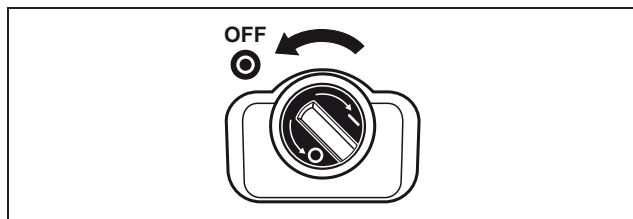

Figura 81: Sezionatore di carico DC su OFF
- Ruotare il sezionatore di carico DC su OFF (figura 81) o spegnere il generatore solare mediante il sezionatore DC esterno.